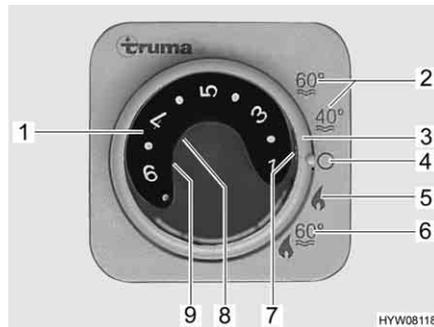

Fig. 142 Unidad de mando para la calefacción/caldera
- Ajustar el modo de funcionamiento con el interruptor giratorio (Fig. 142,3).
Según la temperatura ambiente deseada, la calefacción selecciona automáticamente la potencia de quemador necesaria. Cuando se alcanza la temperatura ambiente deseada se desconecta el quemador. En el modo de funcionamiento "calefacción y caldera" (Fig. 142,6), se calienta también el agua de la caldera. En el modo "calefacción sin caldera" (Fig. 142,5), la calefacción puede funcionar con la caldera vacía.
- Girar el botón giratorio de temperatura (Fig. 142,1) de la unidad de mando al nivel deseado.
- Situar el interruptor giratorio (Fig. 142,3) en el modo invierno "calefacción sin caldera" (Fig. 142,5) o en modo invierno "calefacción y caldera" (Fig. 142,6).
La luz de control verde (Fig. 142,7) se enciende.
- Ajustar el interruptor giratorio (Fig. 142,3) en "O" (Fig. 142,4).
La combinación de los funcionamientos a gas y con electricidad a 230 V acorta el tiempo de calentamiento (esto solo es posible si en la unidad de mando (Fig. 142) la calefacción se encuentra ajustada en modo de invierno).